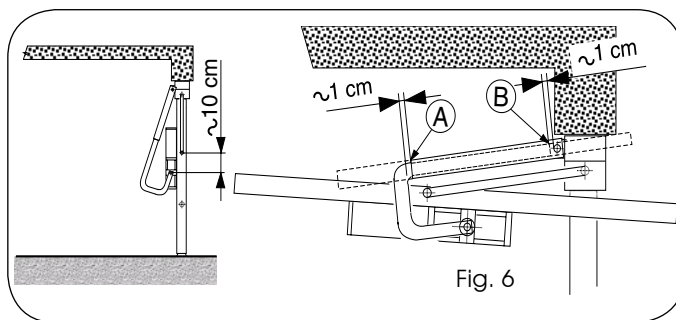
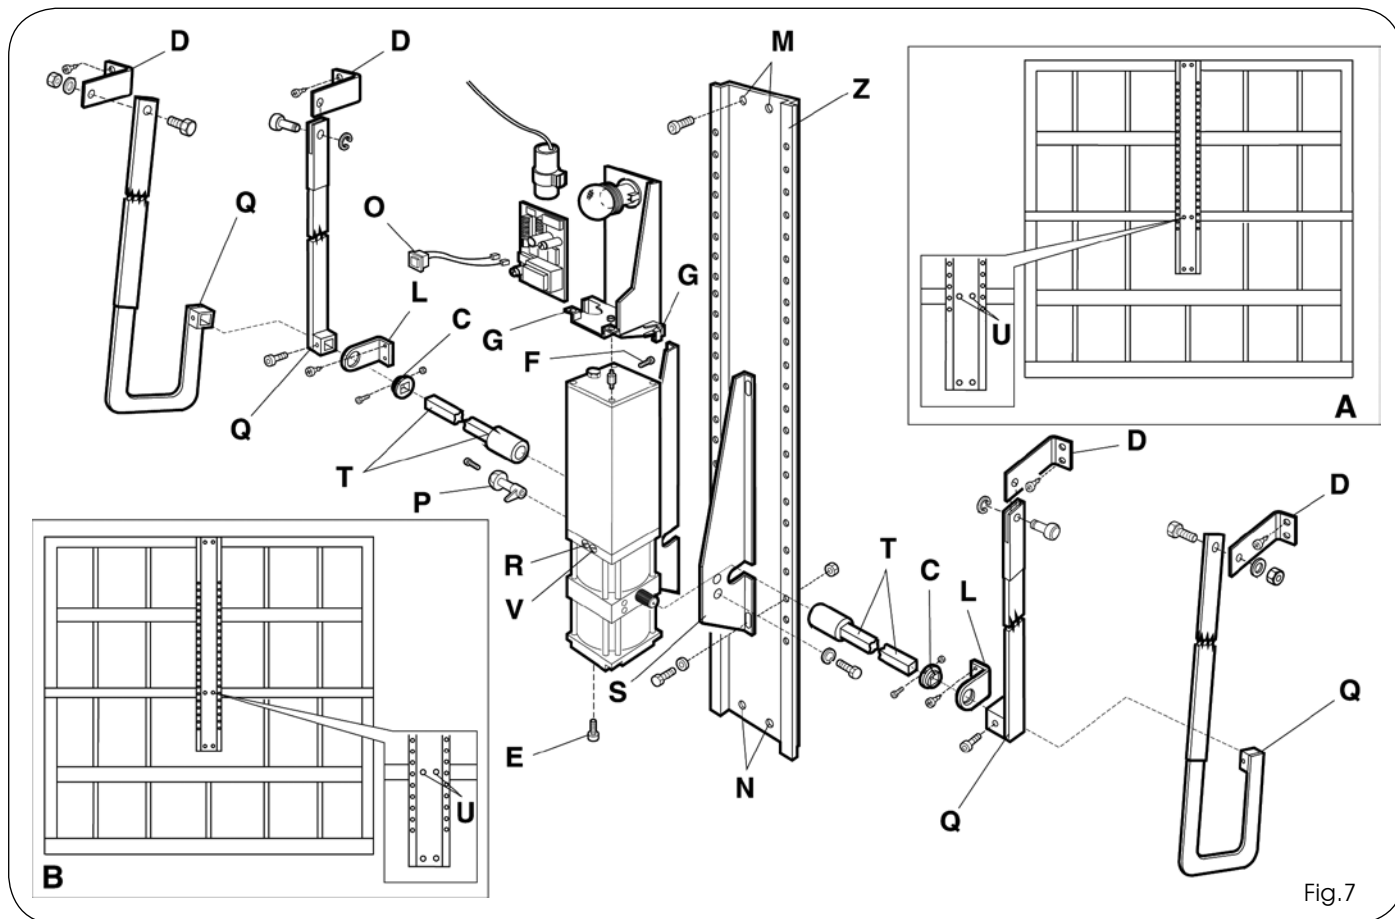
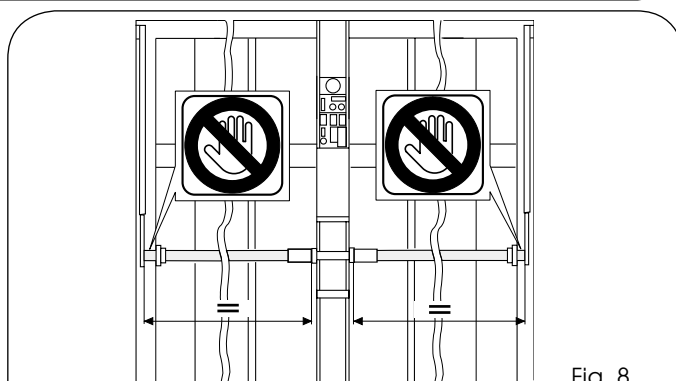
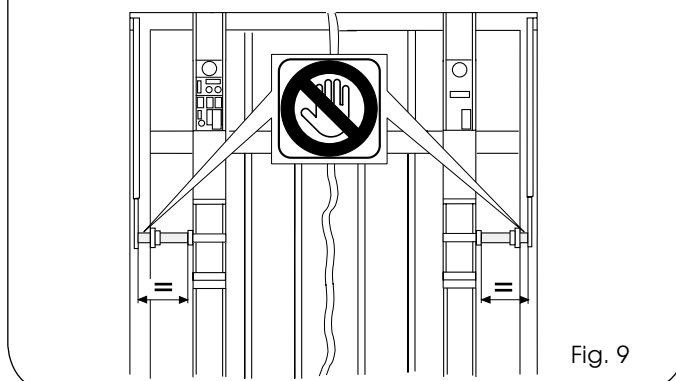

Fig. 6
Fig.7
Fig. 8
Fig. 9
Si l'espace (S) résulte inférieur à **15 mm**, utiliser des bras télescopiques courbes et réaliser l'installation comme indiqué dans la **fig. 6**. En respectant la **fig. 7**, fixer les équerres (D) sur la porte, le plus près possible du bras d'équilibrage existant. Monter les gaines des bras télescopiques.
En respectant les dimensions maximales de la porte indiquées dans les caractéristiques techniques, poser un seul opérateur (**FAAC 595**) au milieu du tablier comme indiqué dans la **fig. 8**, ou bien deux opérateurs (**595 I et 595 S**) sur les côtés de la porte comme indiqué dans la **fig. 9**.
Le longeron (Z) présente deux trous (M) et (N) pour sa fixation sur la traverse supérieure de la porte comme indiqué dans les détails A et B **fig. 7**.
En présence de portes jusqu'à **2100 mm** de hauteur, monter le longeron avec (M) sur la traverse supérieure (voir détail A). En revanche, en présence de portes de plus de **2100 mm** de hauteur, monter le longeron avec (N) sur la traverse supérieure (voir détail B **fig. 7**). Percer deux trous (U) de 6 mm de diamètre pour la fixation du longeron sur le renfort intermédiaire de la porte basculante (**fig. 7 réf. A et B**). Si le tablier n'est pas suffisamment robuste (tôle d'acier fine, par exemple), il est recommandé d'utiliser des inserts filetés. En alternative, il est possible d'utiliser les vis autotaraudeuses fournies.
Déposer la vis de mise à l'air (F) et fixer l'opérateur au moyen des pattes (S) sur le longeron comme indiqué dans la **fig. 7**.
Refermer ensuite la porte et engager les tubes de transmission (**T**) (**fig. 7**) sur les pignons de l'opérateur et les couper à la mesure indiquée dans les **figures 8 et 9**. Engager les douilles (**C**) et les pattes (**L**) (**fig. 7**) dans les tubes de transmission et visser les pattes (**L**) sur les renforts de la porte basculante en veillant à maintenir un alignement correct des tubes de transmission.
**Bras courbe:** voir **fig. 6**.
Laisser un jeu d'environ 1 cm à proximité des points de butée. Engager le tube carré de transmission (**T**) dans le bras mâle (**Q**) (**fig. 7**) coupé à mesure et percer un trou de 8 mm de diamètre. Visser la vis 8 MA.
Pour portes basculantes de 3,50 m à 5 mètres de largeur, il faut utiliser un opérateur 595 I (intégré) et un opérateur 595 S (slave). La hauteur maximum admissible est de 3 mètres. Le critère d'installation (**fig. 9**) est semblable à celui adopté pour l'installation d'un seul opérateur. La connexion électrique de la motorisation SLAVE doit être réalisée sur l'armoire électronique de l'opérateur MASTER. Connecter les câbles d'alimentation de l'opérateur SLAVE en parallèle par rapport à ceux du MASTER, en veillant à respecter les attributions et le sens de rotation.